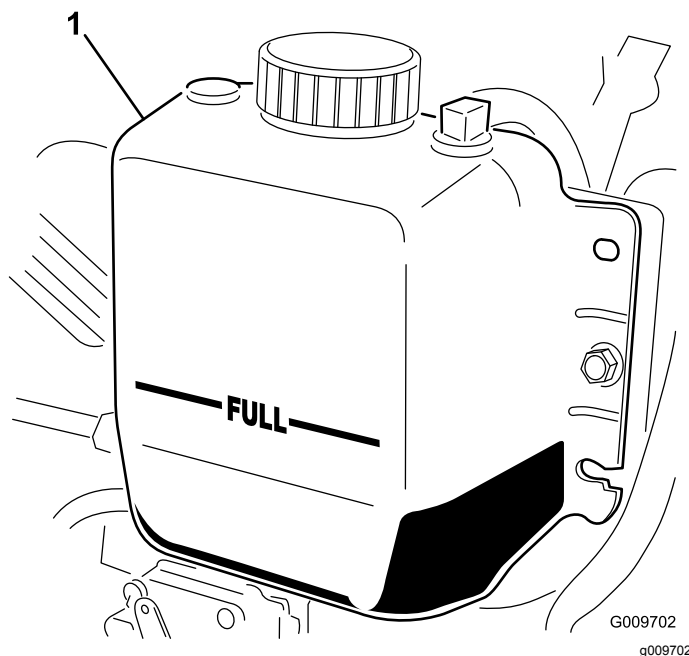

Figura 63
2. Verifique o nível do líquido de arrefecimento do radiador. O radiador deverá encontrar-se cheio de líquido até ao cimo do tubo de enchimento e o nível do líquido no depósito de expansão deverá atingir a marca CHEIO (Figura 63).